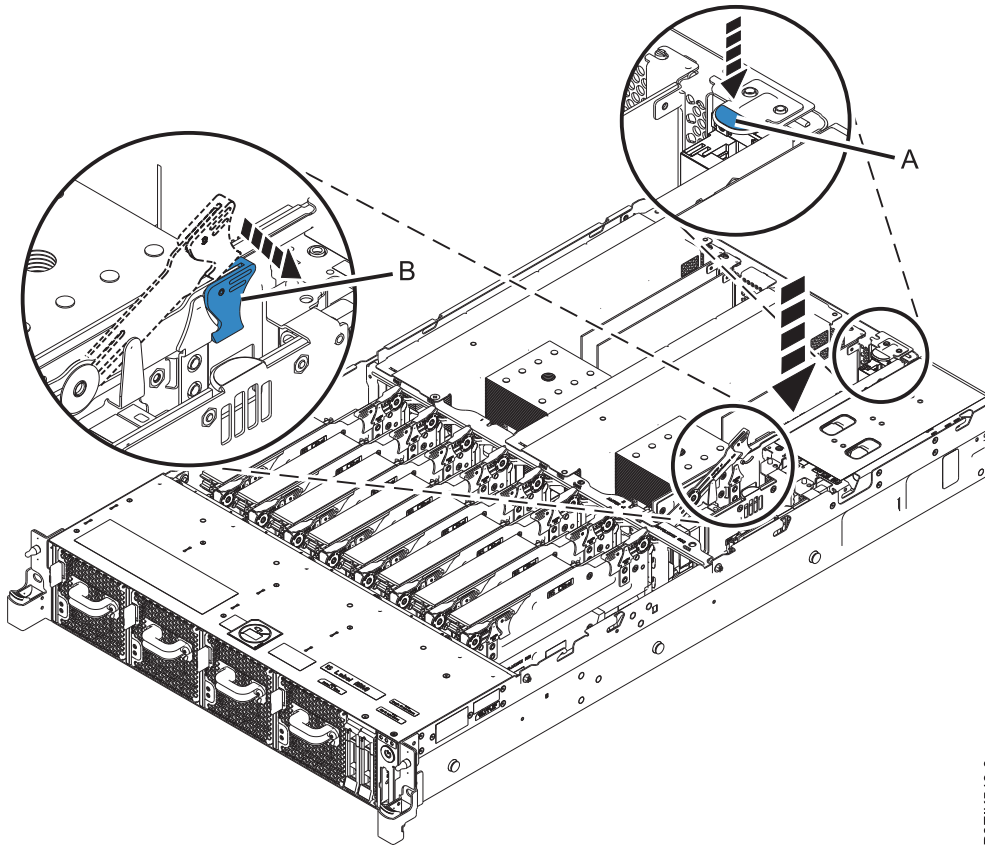

Figure 114. Remise en place de la carte BMC
4. En utilisant la patte bleue (**A**) et le loquet (**B**) comme indiqué figure 114, à la page 98, poussez fermement la carte BMC dans son connecteur. Poussez ensuite le loquet (**B**) en position fermée.